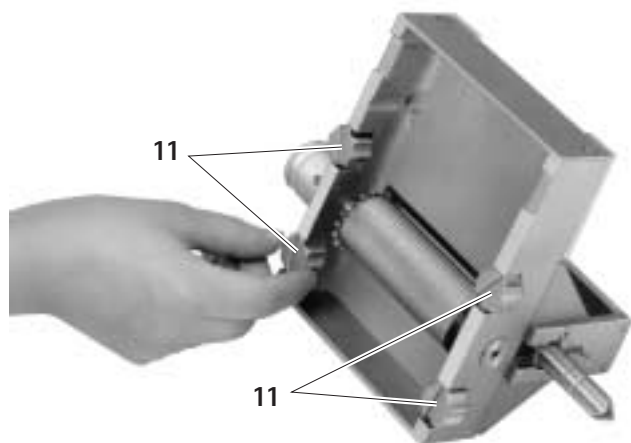

Fig. 1
- Poner el equipo de corte **4** al revés, de forma que se vean los cuatro tornillos **11**, ver Fig. 1.
- Poner la el equipo de corte **4** al revés, de forma que se vean los cuatro tornillos **11**, ver Fig. 1.